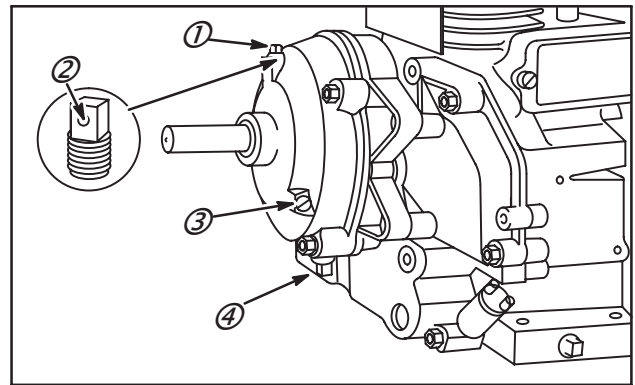

Fig. 2
1. Déposer le bouchon de vidange (4) en bas du couvercle de réducteur et vidanger l'huile, Fig. 2.
3. Pour remplir, déposer le bouchon de vérification (3) et le bouchon de remplissage d'huile (1), verser l'huile par l'orifice de remplissage jusqu'à ce que l'huile coule par le trou de vérification de niveau d'huile. Se reporter au Chapitre 1 pour les recommandations relatives aux spécifications et à la viscosité de l'huile.
4. Revisser les deux bouchons, s'assurer que le bouchon de remplissage d'huile avec le trou de mise à l'air (2) est installé dans l'orifice supérieur, Fig. 2.